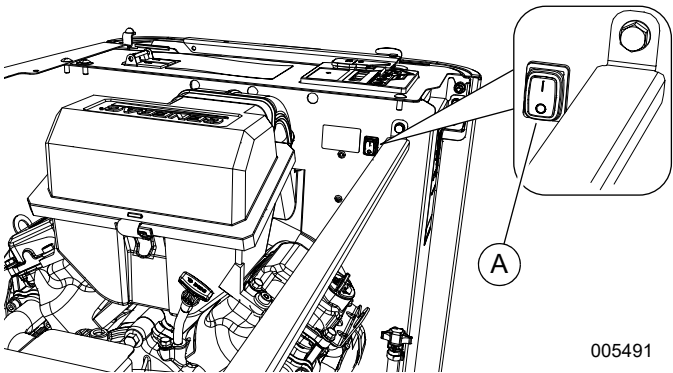

Figura 3-7. Chaves de parada auxiliares internas (14 a 24 kW)
Consulte Figura 3-7. Os geradores de 14 a 24 kW também têm uma chave de parada auxiliar (A) localizada dentro do gerador.